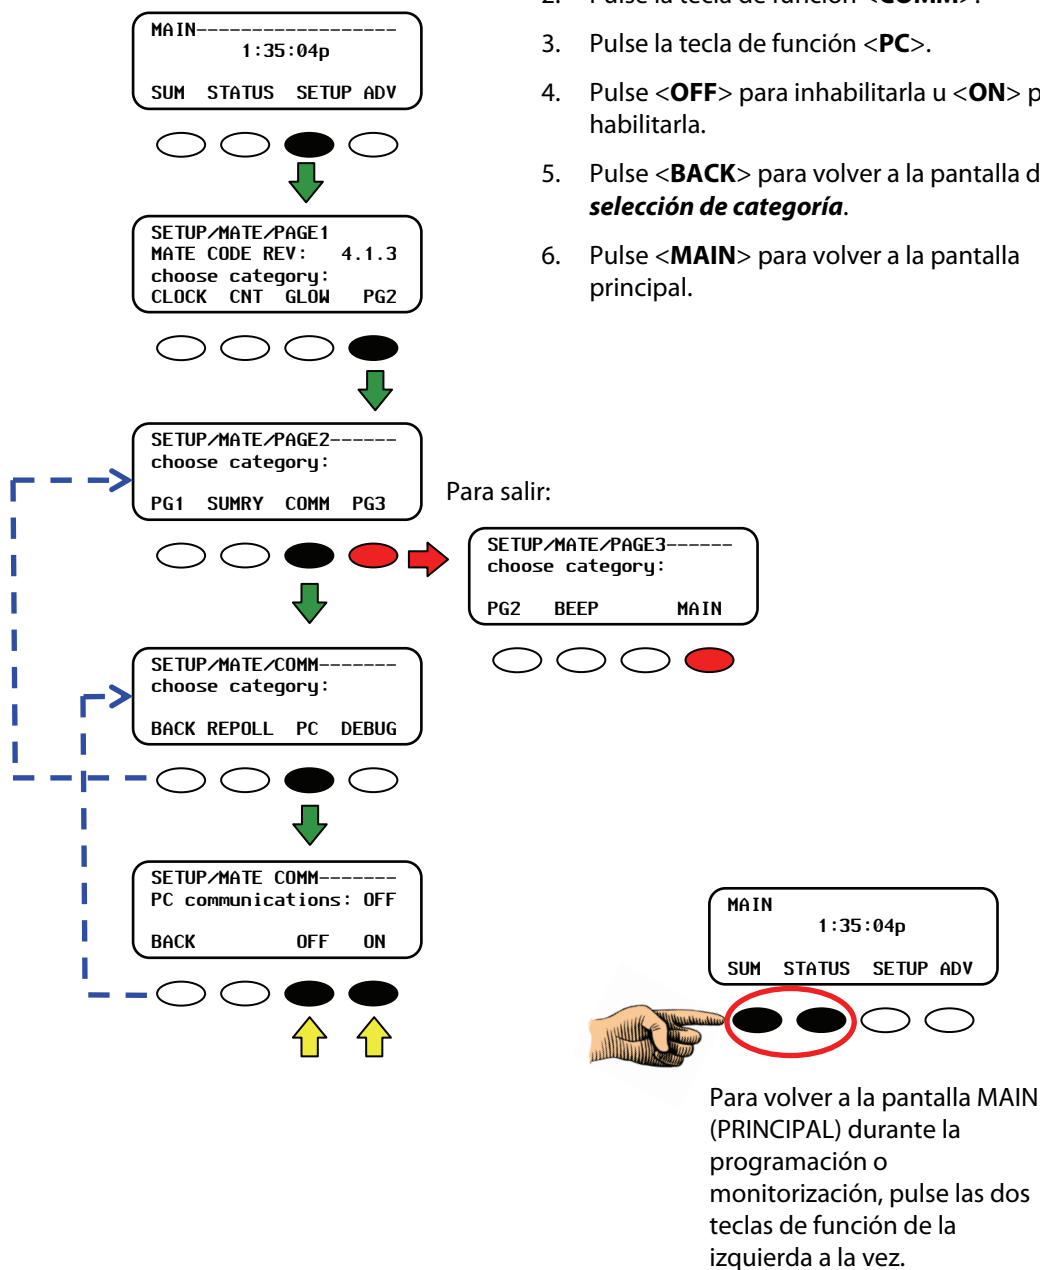

Figura 28 Habilitar la conexión de PC en el sistema MATE
3. Vaya a MATE/SETUP/PAGE 2 (MATE/CONFIG./PÁG. 2) y habilite la conexión de PC. Consulte Figura 28 en la página 38.